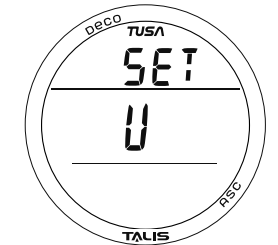

Abb. 36 - U (PARAMETER) EINSTELLEN
- > A + S (2 Sek.), bei Anzeige des SET-A-Displays - zum Aufrufen des EINSTELLUNG-U-Lead-in-Displays (Abb. 36).